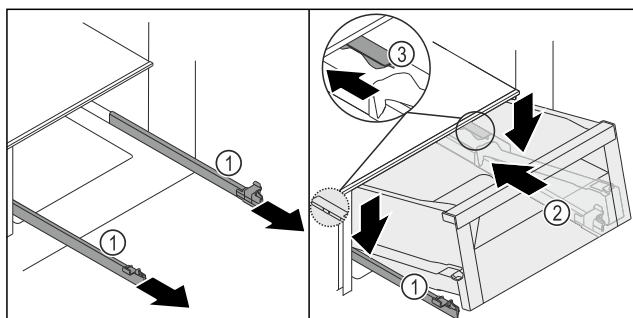
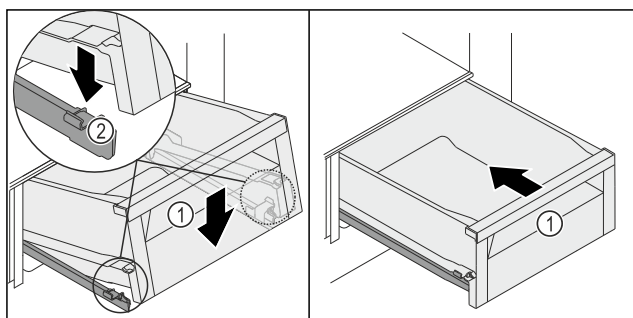

Fig. 200
Fig. 201
- Mbani fort shinat Fig. 200 (1) dhe sirtarin Fig. 200 (2) nga lart mbrapa ndaluesit Fig. 200 (3) tek shinat Fig. 200 (1).
- Shtyni brenda sirtarin Fig. 200 (2) mbi shina Fig. 200 (1) plotësisht deri në fund prapa.
- Uleni poshtë sirtarin Fig. 200 (2) nga përpara, në mënyrë që sirtari të rrëshqasë majtas dhe djathtas tek kapësja Fig. 201 (2).
- Sirtari Fig. 201 (1) mbërthehet kur dëgjohet zhurma.
- Shtyni brenda sirtarin Fig. 201 (1).